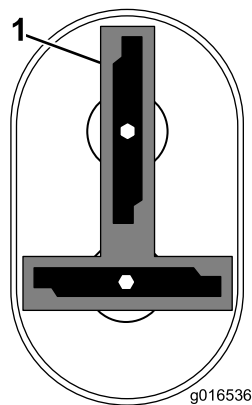

Figure 46
**Remarque:** Les lames devraient être perpendiculaires et former un "I" inversé, comme illustré à la Figure 46.